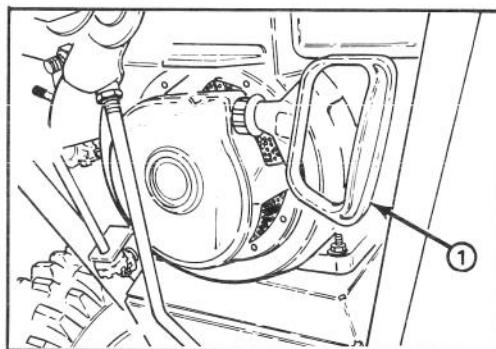

Figure 13
**Démarreur à cordon** (fig. 13)—Placé à l'arrière du moteur, il sert à mettre le moteur en marche.
6. Tirez sur la poignée du démarreur à cordon (fig. 13) lentement jusqu'à ce que l'engagement positif se produise; puis tirez d'un coup sec pour faire démarrer le moteur. Gardez une prise ferme sur la poignée du démarreur et laissez le cordon revenir lentement.